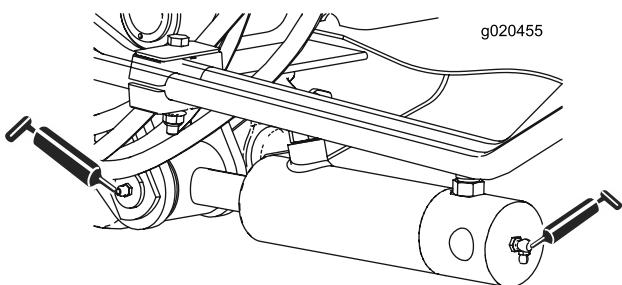

Figura 44
- Boccole (2 cad.) del cilindro di sollevamento (Figura 44).